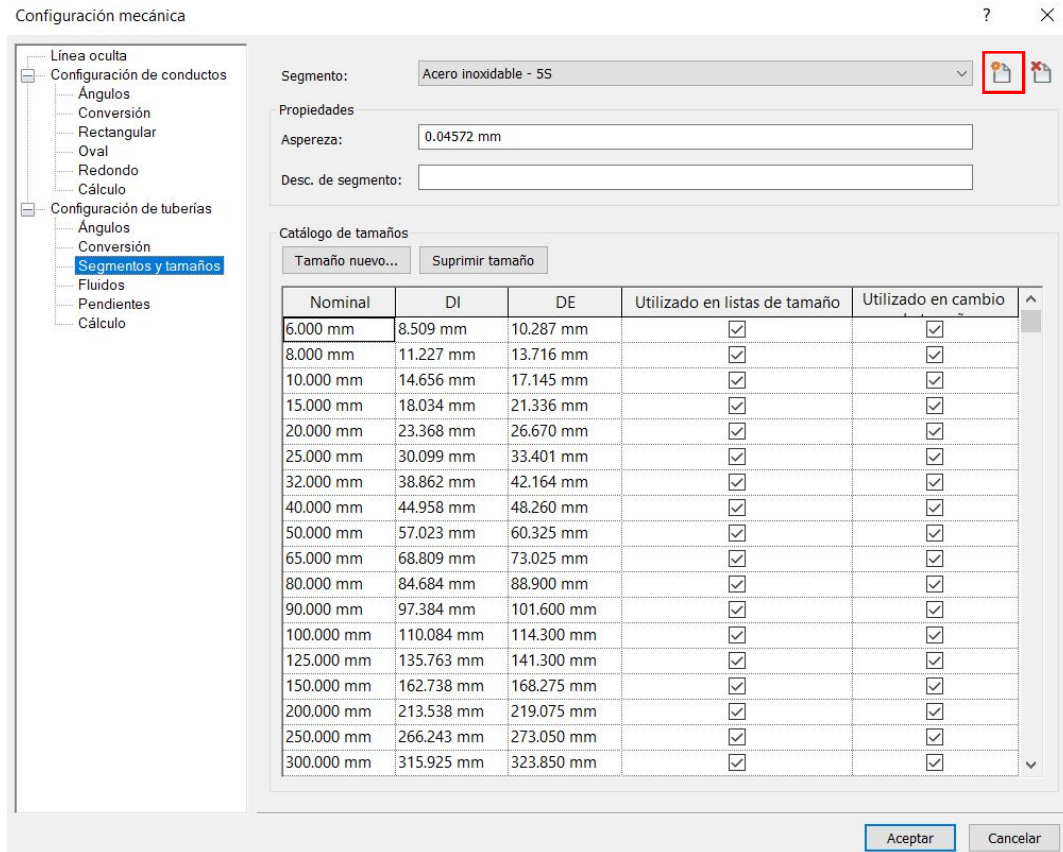

Imagen 4.196: Segmento y tamaños
- Nos saldrá una nueva ventana, como la imagen siguiente, donde podemos configurar todas las funciones y aplicaciones que tienen nuestros sistemas MEP. Para crear un nuevo tramo de tubería, nos tenemos que ir a la parte de “*configuración de tuberías, segmento y tamaños*”. Como podemos ver en la imagen 4.196, nos sale los tramos de tuberías que nos trae Revit.